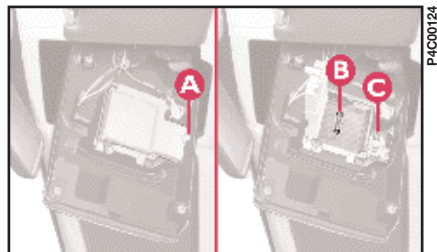

fig. 27
- 3) Premere la linguetta **A** (fig. 27) per aprire il contenitore delle lampade.